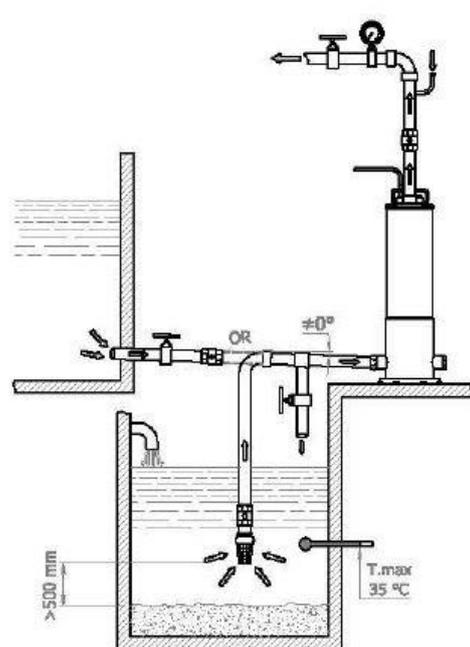

Bild 8.2
- Vergewissern Sie sich, dass im Behälter / Zisterne genügend Wasser vorhanden ist und die ServPress dauerhaft mit ausreichend Fördermedium versorgt wird – vermeiden Sie Luftansaugung oder Trockenlauf der Pumpe (*siehe Bild 8.2*) - diese Vorgehensweise schützt die ServPress gegen Trockenlauf und verhindert ein zu häufiges Ein/ Ausschalten der Pumpe;
- Alle ServPress - Pumpen dürfen nicht ohne Wasser betrieben werden. Falls die Möglichkeit besteht, dass der Wasserspiegel soweit absinken kann, dass die Pumpe trocken läuft, muss sie durch eine Mindestniveausonde abgesichert werden (*siehe Bild 8.2.*);